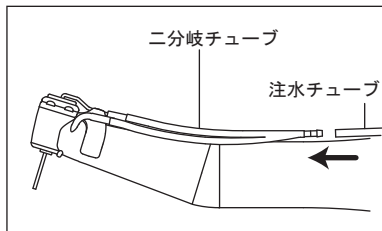

図 4
- 2) 二分岐注水チューブに注水チューブを奥までしっかり差し込みます。(図4)